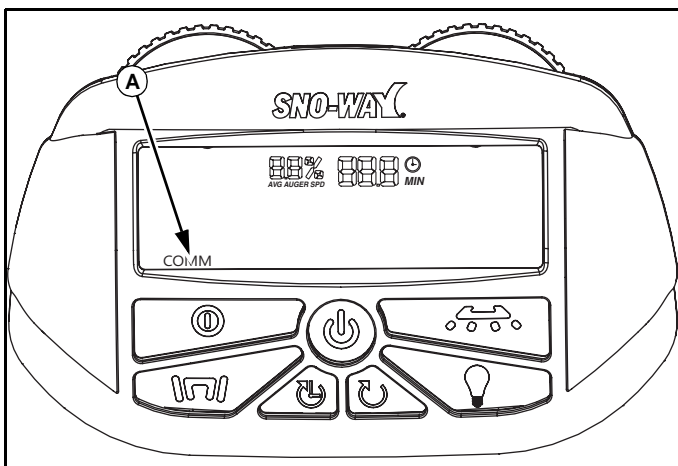

Figur 1-19
Når spinneren er overbelastet med materiale, vil ordet FAULT (B) lyse på skjermen. Den høyre spinner-skiven (A), strømknappen (D), og knappen for tilbakestilling av feilen (C) vil blinke rødt. Grafen vil forsvinne og spinneren vil forsøke å løse seg selv ut av fastkjøringen. Når fastkjøringen er sluppet fri, vil spredderen gjenoppta sin tidligere drift. Hvis fastkjøringen ikke har blitt sluppet fri, vil enheten pipe, og slutte å fungere. Ordet FAULT (B) vil fortsette å lyse på skjermen. Spinnerens skive og knappen for tilbakestilling av feil blinker rødt, mens strømknappen lyser kontinuerlig rødt. (Se Figur 1-19.)